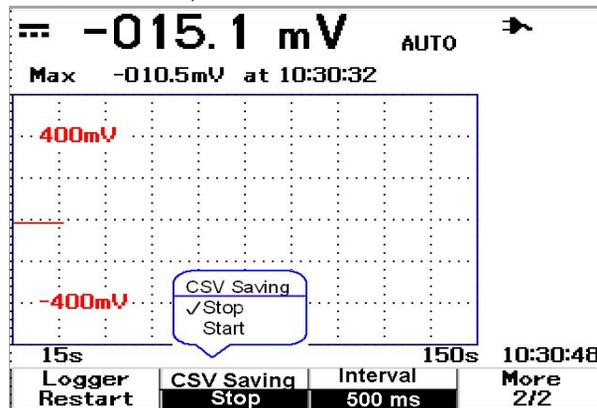

图 5-3 启用 CSV 保存功能
- 3 要启用 CSV 保存功能，请按 F2 在启动和停止选项之间切换（请参考下面的图 5-3）。您最多可以保存 500 KB 的数据。